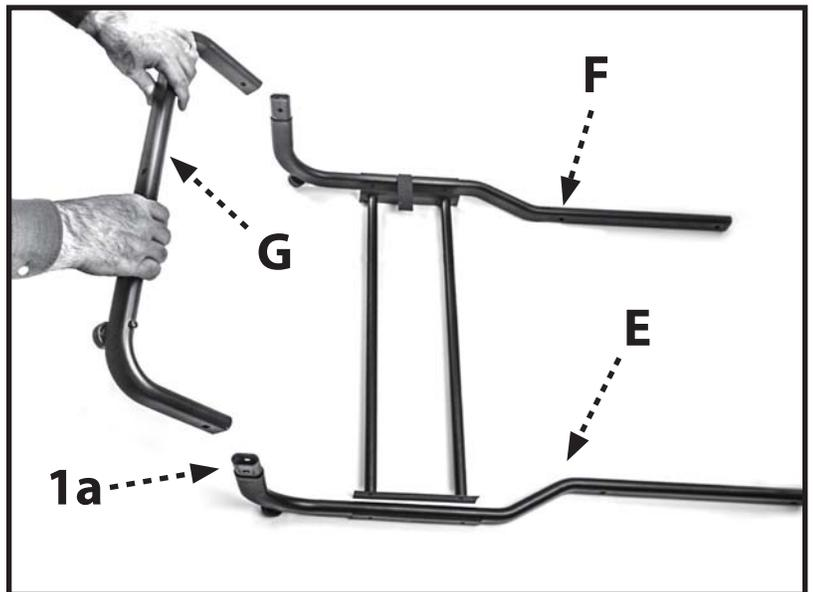

FIGURE 1
Placez les ensembles de tiges de support gauche et droit (E & F) et l'ensemble de connexion transversale (G) tel illustré en Figure 1.